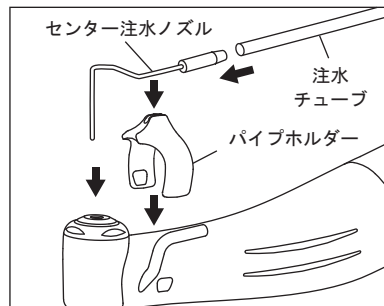

図6
3) センター注水ノズルをヘッドの後部にある穴に挿し込み、パイプホルダーの溝に取り付けます。(図6)